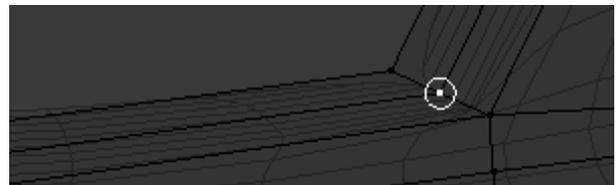

Figura 4.151
6. Seleccione cada um dos vértices limite do rebordo horizontal, coloque o rato sobre o vértice respectivo do rebordo vertical e pressione **[E] > [Ctrl]** para os fazer coincidir, figura 4.151.